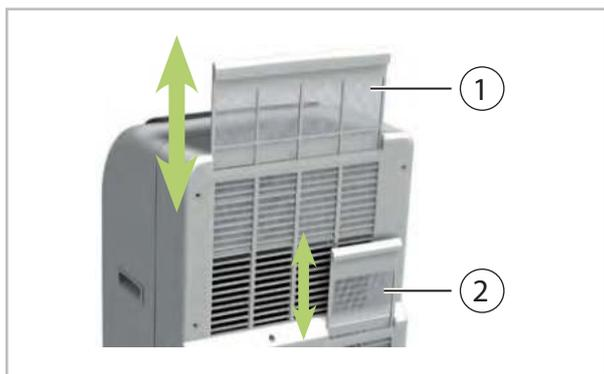

Fig. 15: Dépose du filtre
2. ➤ Enlevez le filtre de l'appareil (Voir la Fig. 15).